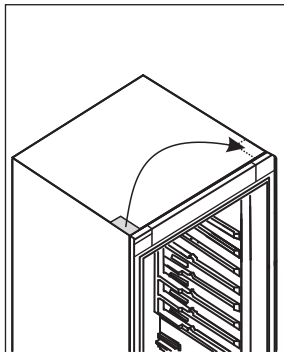

Рисунок 11.
**10** - Отклейте стикер с левой верхней стороны холодильника, закрывающий разъем для подключения двери. Закройте этим стикером разъем с правой верхней стороны холодильника (Рис.11).